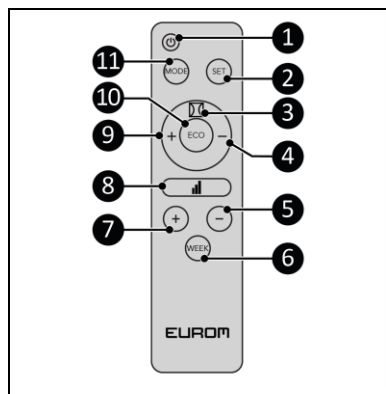

Afbeelding 5
Statusindicatie (Afbeelding 5, pos. 1):
Temperatuurindicatie (Afbeelding 5, pos. 2):
Tijdindicatie (Afbeelding 5, pos. 3):
Dagindicatie (Afbeelding 5, pos. 4):
Wifi-aanduiding (Afbeelding 5, pos. 5):